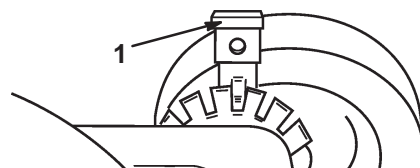

Abbildung 11
1. Den Radhöhen-Einstellhebel zum Rad ziehen und auf die gewünschte Position bewegen (Abb. 11).